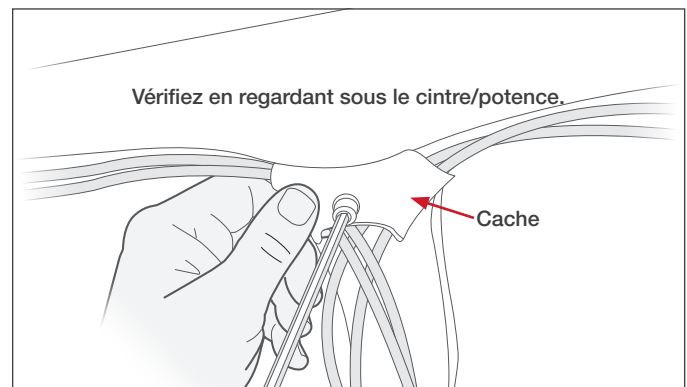

Figure 2
3. Installer le cache sur le dessous du cintre (voir Figure 2).